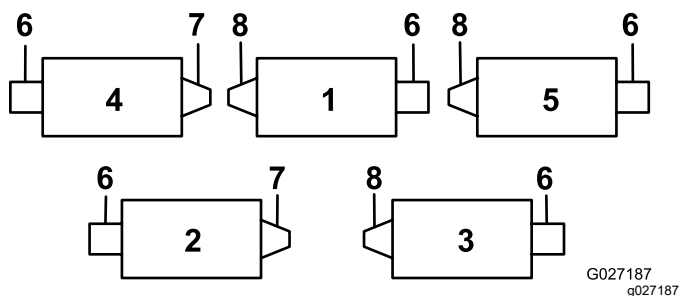
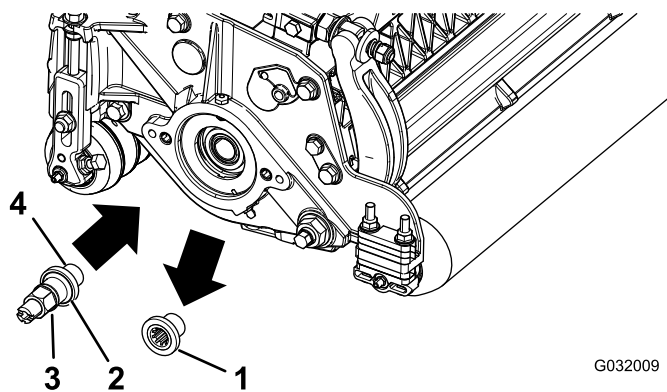

图 1
图 2
所有滚刀组出厂时配重块都安装在滚刀组的左侧。请参阅图 1 确定滚筒刷和滚刀马达的位置。
6. 拆下后滚筒刷驱动装置 图 1 的滚刀组螺纹嵌入件并丢弃 图 2。
注意 左侧嵌入件位于 1 号、3 号和 5 号滚刀组 图 1。
8. 在驱动轴螺纹 图 2 上涂抹防松螺纹油并安装驱动轴上紧扭矩至 115 128N·m。